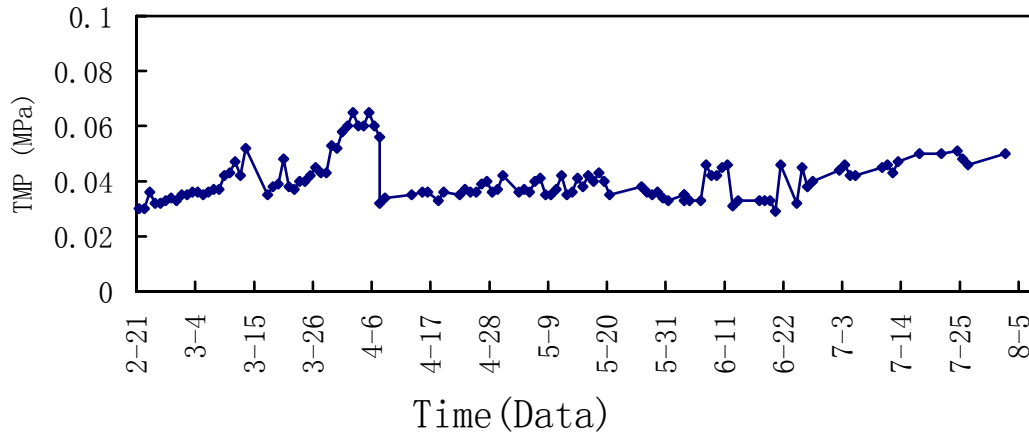

图3 CMF系统跨膜压力
5.2.2 在污水处理厂进行的城市污水净化回用实验，采用三支 6 英寸中空纤维 CMF 膜组件，膜材质为耐污染性能优异的 PVDF，整套装置运行工艺采用 PLC 自动控制。从图 3 可看到，装置运行初期，每经过三周左右，运行压力逐步升高，经过化学清洗后，运行压力可降至初始状态，说明我们采用的化学清洗方法很有效。鉴于聚偏氟乙烯膜材料的优异性能，随后，我们在膜装置运行时，在反洗水中加入了一种氧化性杀菌药剂和酸性阻垢剂，防止膜表面的污泥污染，从图 3 可看到，效果非常明显，经过近 8 周的